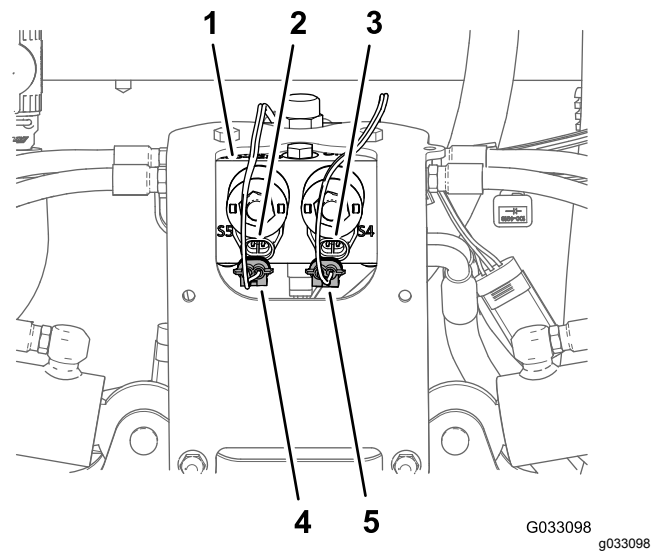

Рисунок 31
1. Отсоедините 2-гнездовой разъем жгута проводов комплекта ультразвукового выравнивания стрелы от 2-штыревого разъема электромагнита включения правого цилиндра в коллекторе подъемного цилиндра (Рисунок 31).
2. Отсоедините 2-гнездовой разъем жгута проводов комплекта ультразвукового выравнивания стрелы от 2-штыревого разъема электромагнита включения левого цилиндра в коллекторе подъемного цилиндра (Рисунок 31).